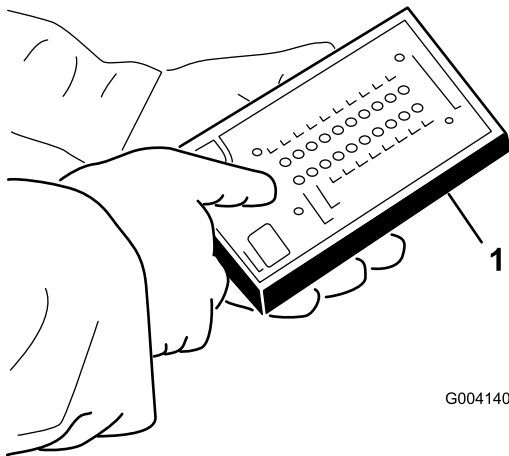

图 42
5. 将 ACE 故障诊断器 接头连接至线束接头 (图 42)。